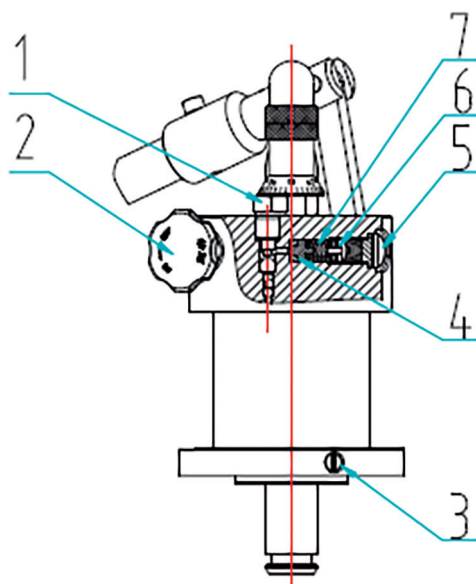

Figura 6
1. Abra a válvula de alívio (**Figura 6, Parte 2**), subindo a estrutura da matriz superior até o topo;
7. Certifique-se de que a válvula de alívio está fechada (**Figura 6, Parte 2**) e pressione a alavanca hidráulica até a matriz superior encostar levemente no tubo, então pare;
1. Baseando-se na Figura 6, primeiro limpe a poeira acumulada e outras impurezas da bomba de óleo;
2. Libere a válvula de alívio (**Figura 6, Parte 2**);
3. Remova o tampão de óleo (**Figura 6, Parte 1**);
5. Caso necessário, é possível remover todo óleo sujo do reservatório através da abertura do registro (**Figura 6, Parte 3**);